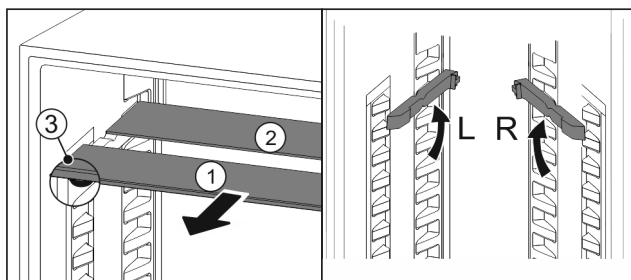

Fig. 159
- ▶ Træk glaspladerne ud enkeltvis fremad Fig. 159 [1].
- ▷ Glaspladen Fig. 159 (1) med pyntelisten ligger foran.
- ▷ Stoppene Fig. 159 (3) peger nedad.